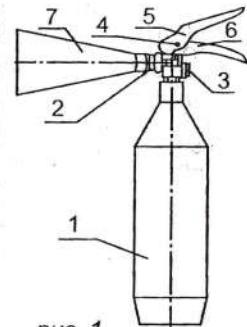

рис. 1
4.1. Вогнегасник вуглевислотний переносний (рис. 1) складається з корпуса 1, наповненого рідким діоксидом вуглецю, запірно-пускового пристрою (ЗПП) 2, який має запобіжний клапан 3. Виріб має особливу пломбу виробника та пристрій для фіксації (чекою) 5. До ЗПП приєднується гнуучкий рукав (для вогнегасників ВВК-1,4, ВВК-2) розтруб без рукава 7.